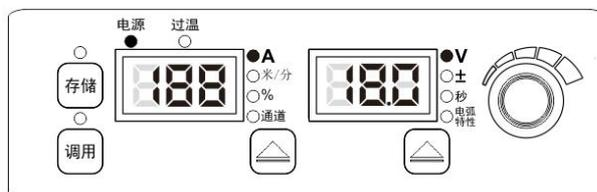

图3-19 非锁定界面
2. 长按**执行**键，存储调用指示灯熄灭，退出普通锁定，恢复到非锁定状态，如图 3-19 所示。